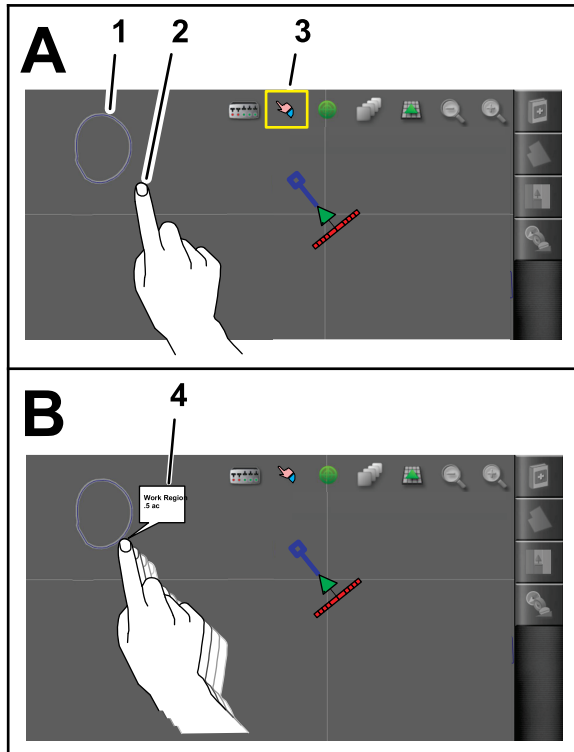

Figure 56
1. Après avoir créé une limite, posez le doigt sur l'écran de la console de commande, près de la ligne de délimitation, jusqu'à ce que l'icône de sélection de limite s'allume, puis faites glisser votre doigt jusqu'à la ligne de délimitation (Figure 56).